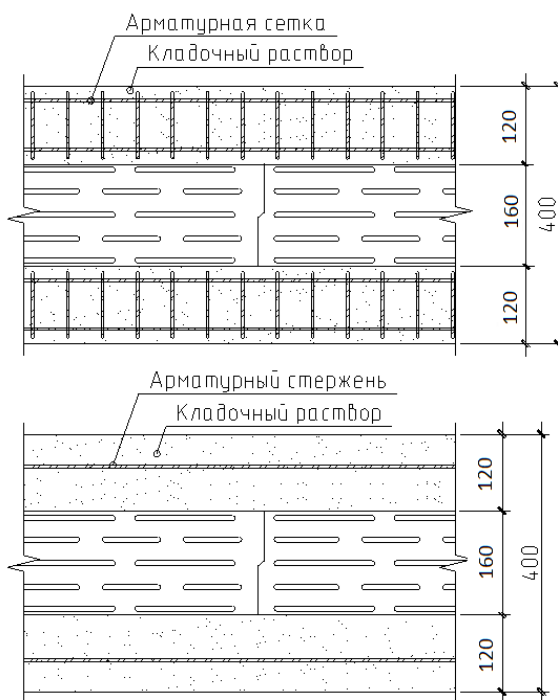

Рис.7 : Варианты продольного армирования кладки
- 3.11 Продольное армирование рекомендуется проводить каждый второй ряд арматурной сеткой Вр-I с размером ячеек 50x50мм, диаметром 4 мм. Сетка кладется полосой, шириной 80-100мм на раствор по краям монтажной поверхности камня. Также может использоваться стержневая арматура диаметром 6 – 8 мм. Рис.7.